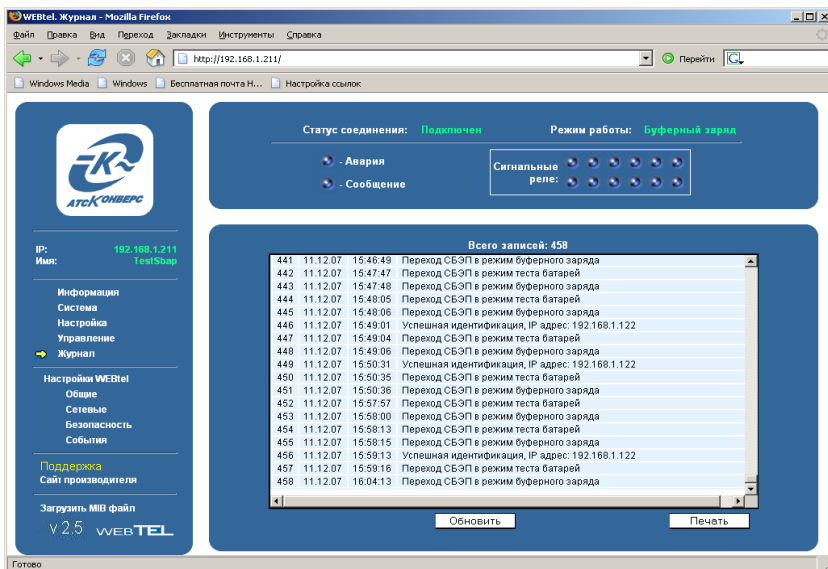

Рисунок 17 – Страница просмотра журнала событий
7.7.1 На странице просмотра журнала событий (рисунок 17) в текстовой форме представлены описания событий, которые происходили с момента включения электропитания адаптера.